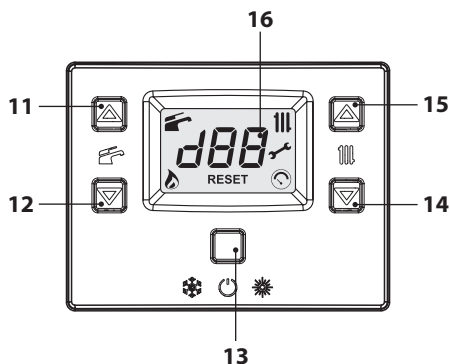

Figura 6.5
- Tenere premuto per 2 secondi il tasto 13 fino a far apparire sul display entrambe i simboli  e  Figura 6.5.
- Spegnerne la caldaia tenendo premuto per 2 secondi il tasto 13 (Figura 6.5) fino a far apparire sul display LCD il simbolo  (i trattini vengono accesi in sequenza per simulare uno scorrimento) (Figura 6.4).